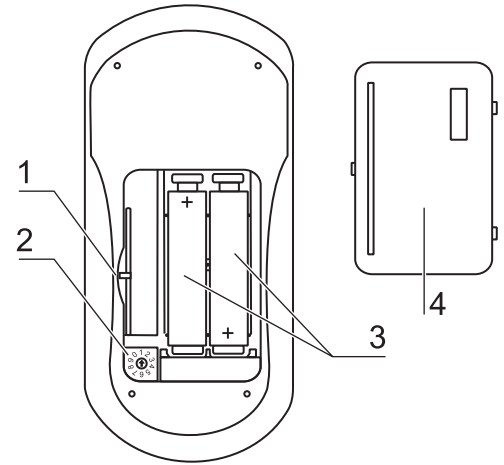

Abb. 11
1. **Abb. 11:** Deckel [4] des Batteriegehäuses an der Unterseite der Fernbedienung öffnen. Der Deckel ist lediglich aufgesteckt und kann mit einem spitzen Gegenstand an der Einkerbung [1] abgehoben werden.